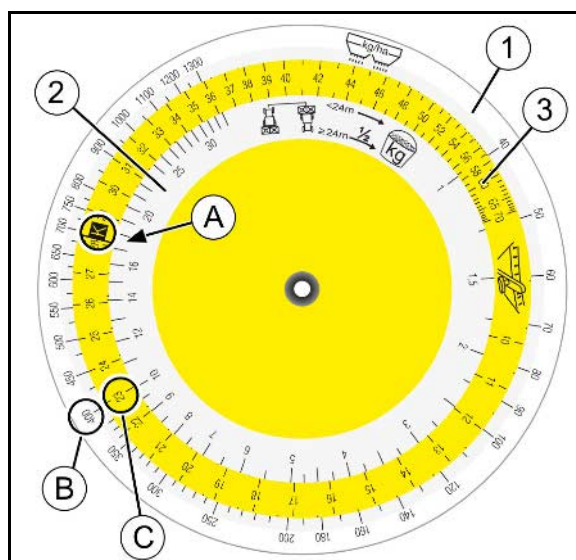

Fig. 68
7. Tag regneskiven til indsåningen i hånden. Find talværdien **17,5 (A)** på skalaen (Fig. 68/2) for den opsamlede mængde [kg], og sæt den over for position **K (B)** på den farvede skala (Fig. 68/3).
8. Find den ønskede spredemængde (400 kg/ha) (C) på skalaen for spredemængde (Fig. 68/1), og aflæs den nødvendige spjældstilling (position) **23 (D)**.